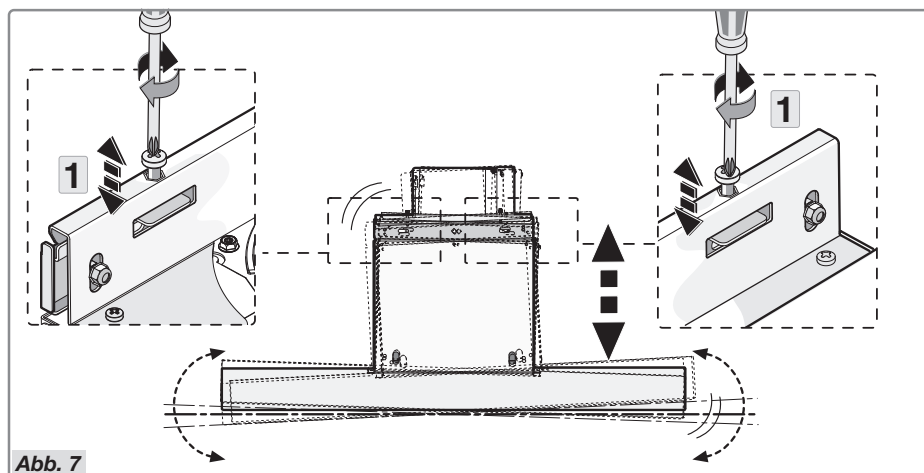

Abb. 7
- Richten Sie die Abzugshaube mithilfe der 2 Ausgleichsschrauben horizontal aus (Abb. 7 Schritt 1).